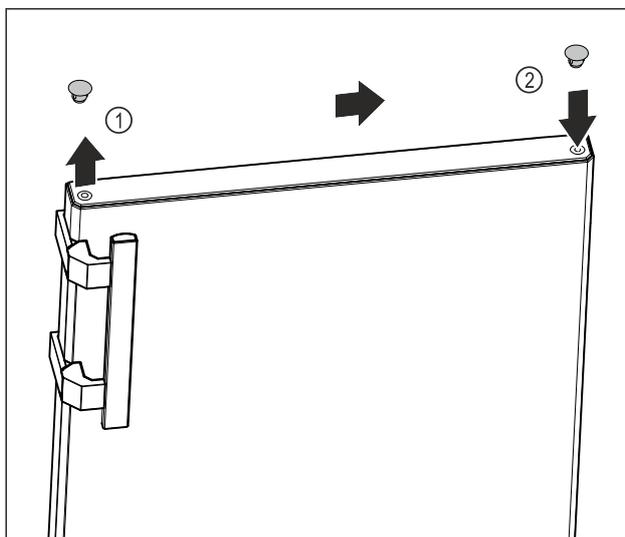

Fig. 15
- ▶ Осторожно поднимите заглушку в верхней части двери Fig. 15 (1) при помощи шлицевой отвертки.
- ▶ Установите заглушку на противоположной стороне. Fig. 15 (2)